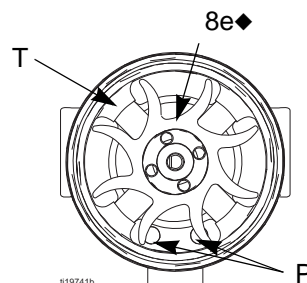

Fig. 28. Orientacja wentylatora
7. Przytrzymać zespół cewki (8a) na stole roboczym końcem wentylatora skierowanym w górę. Za pomocą płaskiego śrubokręta wyważyć wentylator (8e) z wałka (S).
10. Zamontować nowe łożysko dolne (8b1) na długim końcu wałka (S). Bardziej płaska strona łożyska musi być skierowana w stronę przeciwną do magnesu (M). Zamontować cewkę (8a) w taki sposób, aby łopatki łożyska były przepłukiwane wraz z powierzchnią cewki.
12. Przytrzymać zespół cewki (8a) na stole roboczym końcem wentylatora skierowanym w górę. Nasunąć wentylator (8e) na dłuższy koniec przekładni (S). Łopatki wentylatora muszą być położone w sposób widoczny na FIGURE 28.
13. Ostrożnie wsunąć zespół cewki (8a) z przodu obudowy (8d), dopasowując sworzeń cewki z otworem w obudowie. Złącze 3-przewodowe (PC) musi znajdować się poniżej szerszej szczeliny (W) uszek obudowy.
14. Obrócić wentylator (8e) w taki sposób, aby jego łopatki odsłaniały cztery uszka łożyska (T) w tylnej części obudowy. Upewnić się, że łopatki łożyska dolnego (8b1) są wyrównane z uszkami.